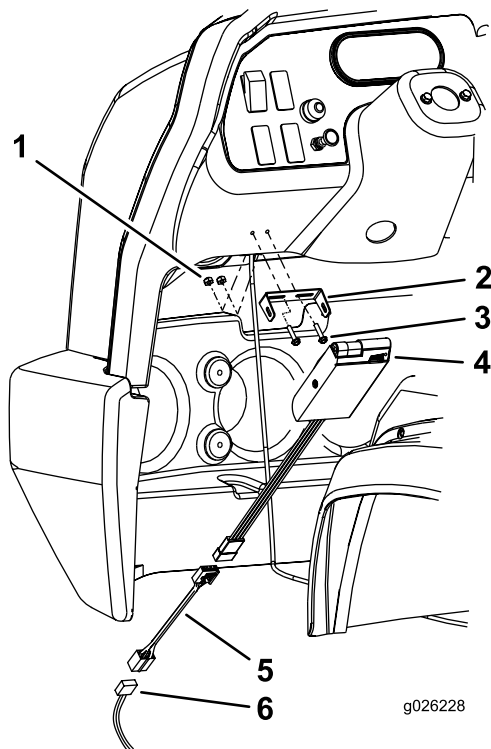

Figura 1
1. Utilizando o suporte do controlador como modelo, localize, marque e faça dois furos com 4,8 mm. de diâmetro no centro da parte plana do painel de instrumentos, à esquerda do volante como se mostra em (Figura 1).
2. Monte o controlador dos travões no painel de instrumentos com os dois parafusos (10-24 x 7/8 pol.) e porcas fornecidos (Figura 1).